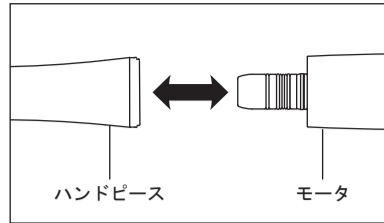

図1
- 1) ハンドピースをモータにまっすぐ挿し込みます(図1)。